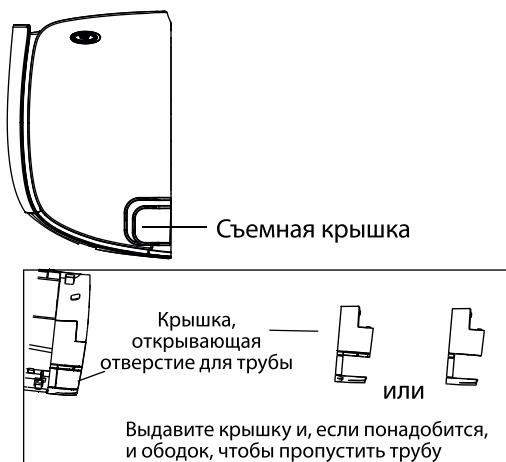

Рис. 3.3
- Если отверстие в стене расположено за блоком, оставьте съемную панель на месте. Если отверстие в стене расположено сбоку от внутреннего блока, удалите съемную пластмассовую панель с соответствующей стороны блока (см. рис. 3.3). При этом образуется паз, через который трубопровод можно вывести из блока. Если пластмассовую панель не удается удалить руками, используйте игловидные кусачки.